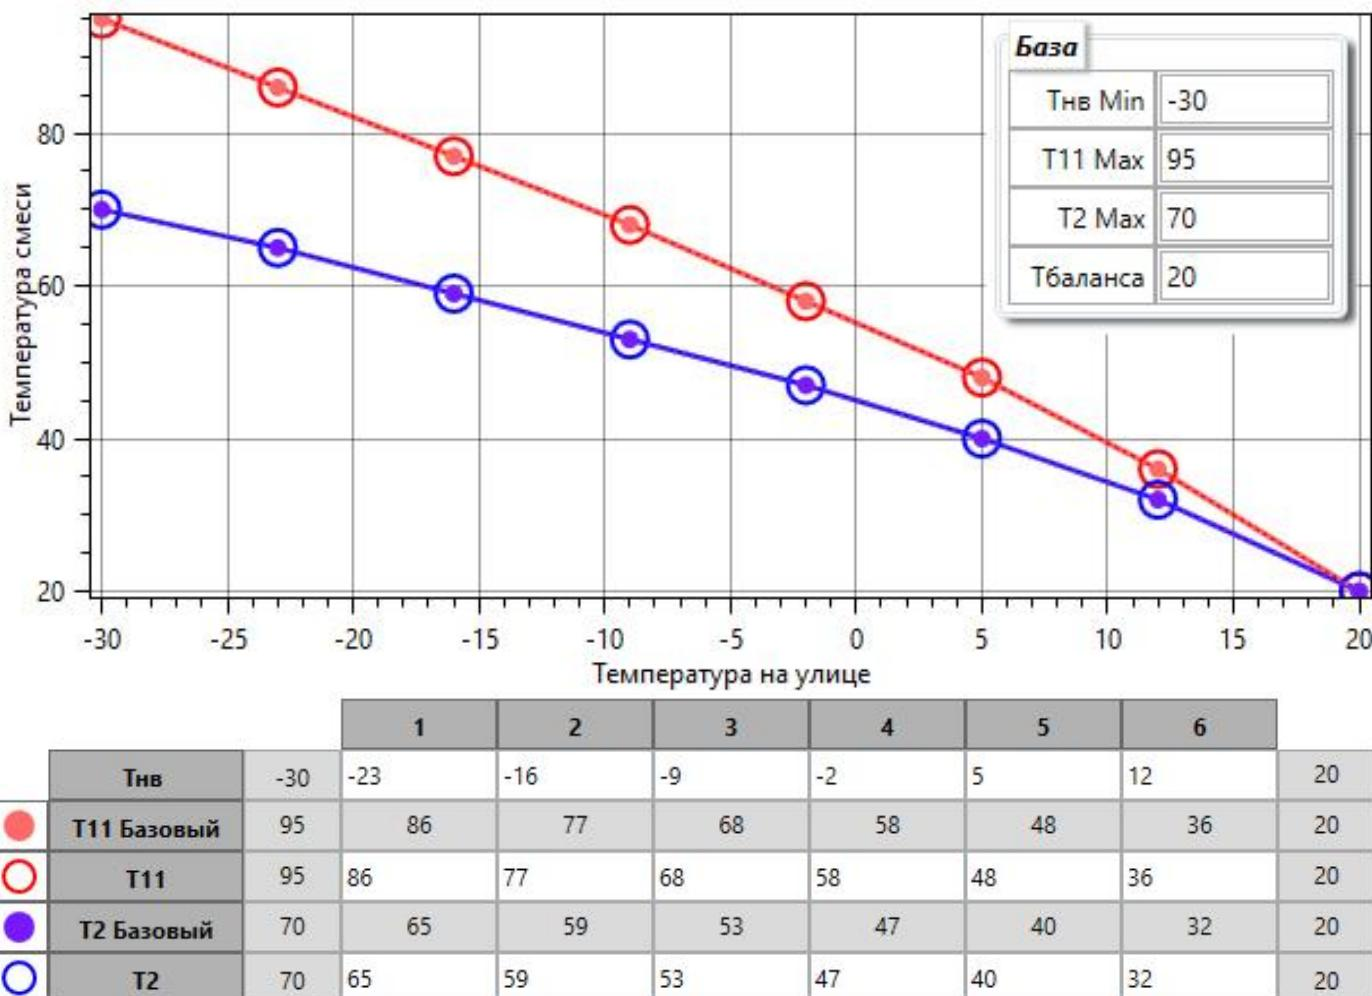

Рисунок 4 – Узловые точки графиков теплоснабжения.
2.3.3 По умолчанию, графики теплоснабжения в контроллере соответствуют нормативным документам и задаются **базовыми коэффициентами** встроенной функции (максимальные температуры смеси (T11MAX) и теплоносителя в обратном трубопроводе (T2MAX), температура баланса (Тбаланса) – расчётная температура внутри объекта/помещения, минимальная температура наружного воздуха (ТнвMIN)). С целью адаптации к условиям применения системы регулирования во время эксплуатации допускается коррекция графиков теплоснабжения в 6-ти узловых точках. В алгоритм работы контроллера заложен метод кусочно-линейной аппроксимации для определения требуемого значения температуры теплоносителя между заданными узловыми точками графиков. По умолчанию, после изменения базовых коэффициентов графиков, узловые точки устанавливаются автоматически, делением заданного температурного интервала наружного воздуха (ТнвMIN – Тбаланса) на равные участки (рисунок 4).